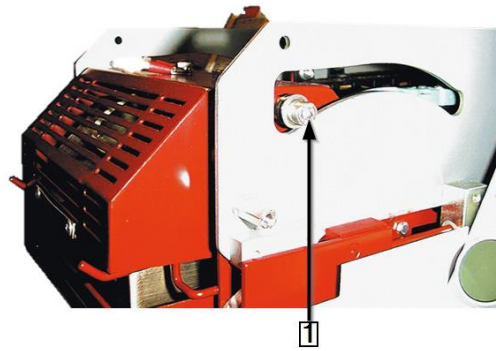

Abb. 61 : Vis d'appui de l'élément chauffant
- Tirez encore l'étuve vers l'avant jusqu'à ce qu'elle se trouve complètement en avant, comme illustré à la Abb. 61 , page 100.
- Enlevez la vis d'appui (1) et démontez le groupe de support au niveau de la vis d'appui (1).